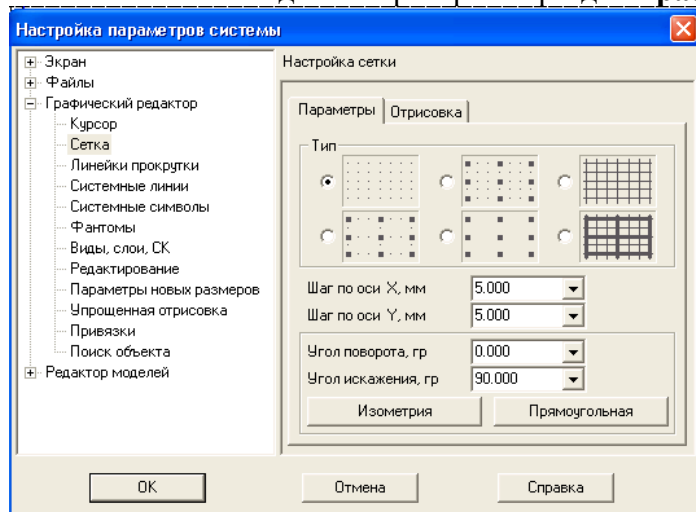

Рис. 12
3. В окне диалога Настройка параметров текущего окна установите параметры сетки по оси X=5мм, по оси Y=5мм и нажмите кнопку ОК (рис. 12).